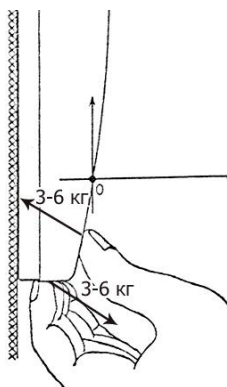

Рисунок 2. Снятие передней панели
2.1.6 Снимите переднюю панель блока, изогнув её относительно точки «0» в соответствии с рис. 2. Большие пальцы расположите над защелками и как можно ближе к точке «0».
2.2.6 Закройте переднюю панель блока в порядке, обратном порядку снятия (см. рис.2).